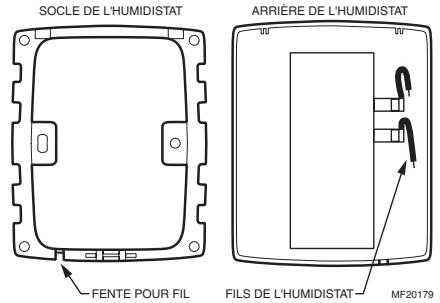

Fig. 12. Socle et vue arrière de l'humidistat.
- Connecter les fils basse tension aux conducteurs et remettre le boîtier du H8908. Voir la Fig. 12.